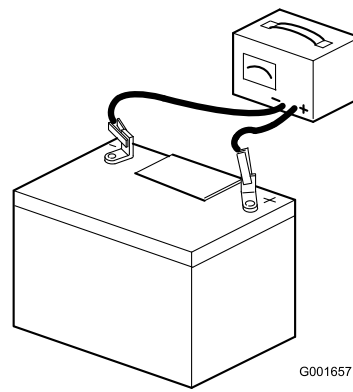

Рисунок 6
7. Подсоедините к полюсным штырям аккумуляторной батареи зарядное устройство с током от 3 до 4 А (Рисунок 6). Заряжайте аккумуляторную батарею током от 3 до 4 А в течение 4 - 8 часов.